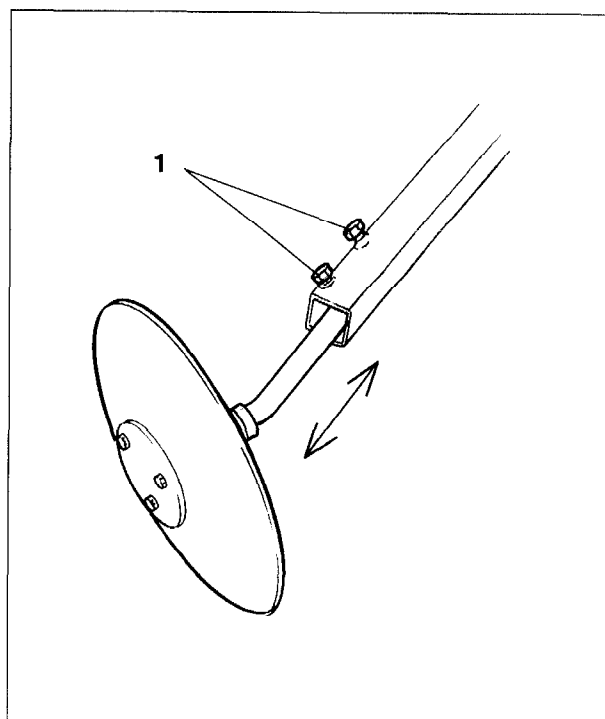

Fig. 10.7
- introduisez les disques de traceur (fig. 10.7) dans les tubes de traceur articulés et maintenez les en position à l'aide de deux vis 6 pans (fig. 10.7/1).